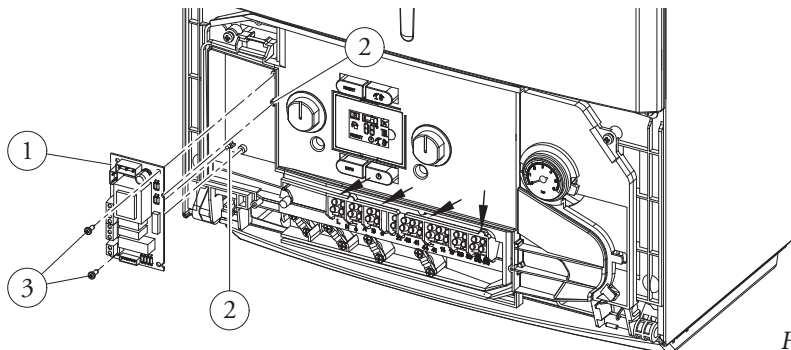

Fig. 1-1
- Effettuare i collegamenti elettrici tra scheda relè (1) e scheda elettronica posta nella parte posteriore del cruscotto di caldaia utilizzando l'apposito cablaggio composto da due cavetti forniti unitamente al kit.
- Il cavo di collegamento tra scheda relè e scheda di caldaia deve rispettare il percorso prescritto indicato dalle frecce (fig. 1-1).